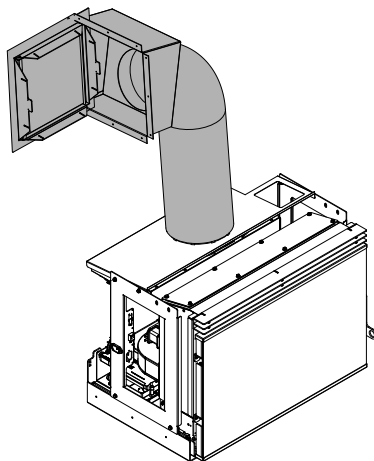

Abb. 38
- Ladesystem mit flexiblem Metallrohr und Ladetür (**Abb. 38**).